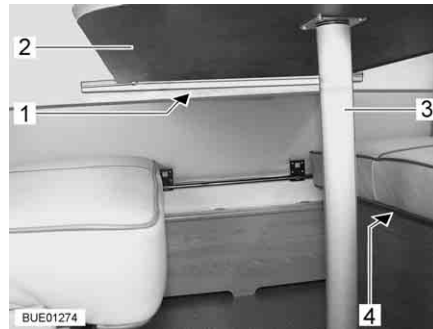
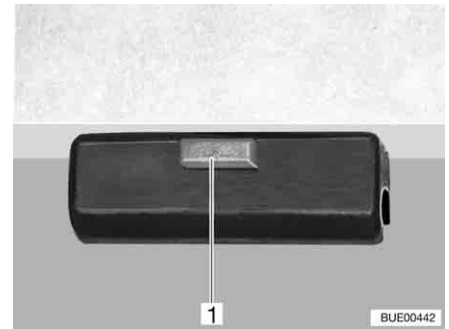

Bild 90 Hängbord med utbytbart bordsben
Bild 91 Lås
- Lyft upp bordsskivan (Bild 90,2) något fram till.
- Skruva loss bordsbenet (Bild 90,3) och lägg det åt sidan.
- Tryck på låsknappen (Bild 91,1) på låset (Bild 90,1).
- Lägg bordsskivan i hållarna (Bild 90,4) på sittbänkarna.